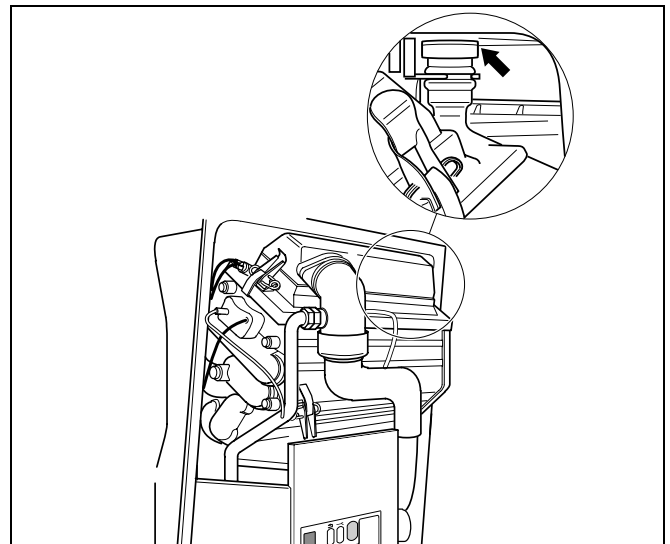

Abb. 38 Dichtkappe am Kondensatwasserbypass
- Sichtprüfung, ob die weiße Dichtkappe auf dem Kondensatwasserbypass vorhanden ist (Abb. 38).